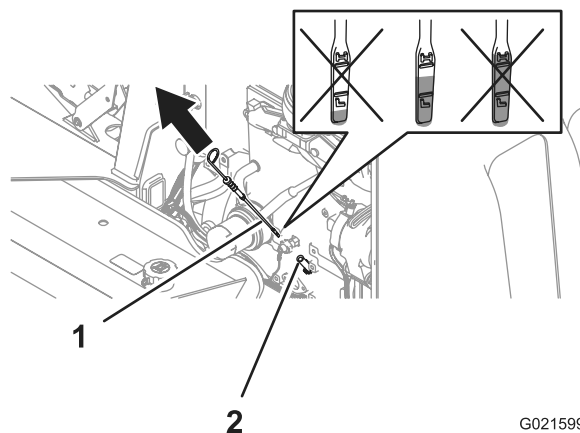

Рисунок 43
4. Выньте измерительный щуп и протрите его чистой тканью (Рисунок 43).
5. Вставьте измерительный щуп в трубку измерительного щупа, снова извлеките его и посмотрите уровень масла по щупу (Рисунок 43).